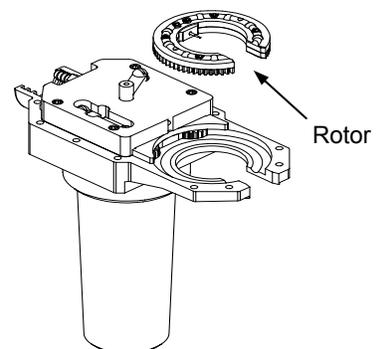

Abbildung 33 Ausbau des Rotors
7. Entfernen Sie den Rotor von der Motorhälfte des Schweißkopfgehäuses. Siehe Abbildung 33.